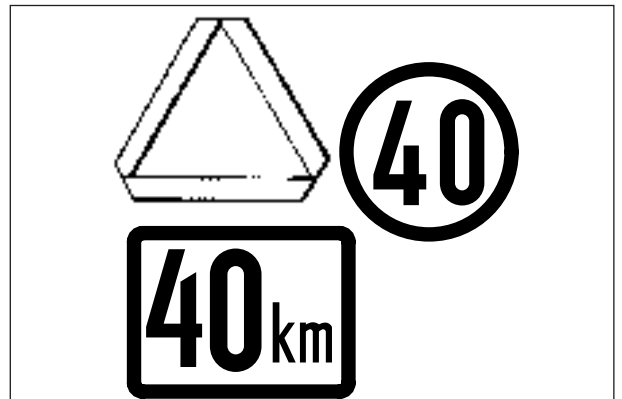

Fig. 29b Use siempre el símbolo válido de su país
- Cerciórese que el tractor y otros eventuales implementos cuenten con símbolos de vehículo lento en movimiento o con faro giratorio, si están previstos por la ley (Fig. 29b y 29c).